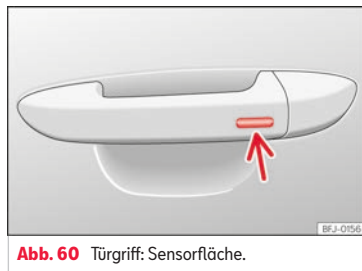

Abb. 60 Türgriff: Sensorfläche.
- **ODER:** mit dem Keyless Access-System (nur Schließen): Finger einige Sekunden auf der Sensorfläche zur Verriegelung **>>> (Abb. 60)** (Pfeil) im Türgriff halten, um die Fenster und das Schiebedach zu schließen. Sobald Sie die Sensorfläche nicht mehr berühren, wird die Schließfunktion unterbrochen.
>>> (Abb. 60) (Pfeil) am Türgriff, damit das Dach geschlossen wird. Sobald Sie die Sensorfläche nicht mehr berühren, wird die Schließfunktion unterbrochen.